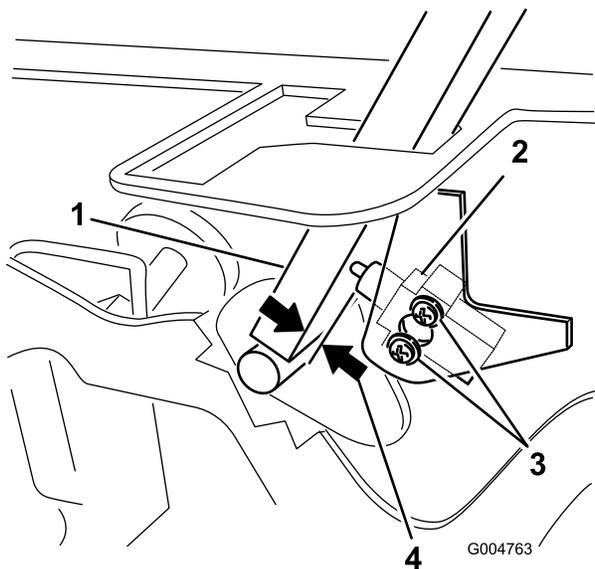

Рисунок 49
3. Ослабьте 2 винта крепления блокировочного выключателя (Рисунок 49).
- Удерживая рычаг управления прижатым к раме, переместите выключатель в направлении рычага так, чтобы расстояние между рычагом и корпусом выключателя составляло 0,4–1 мм, как показано на Рисунок 49.